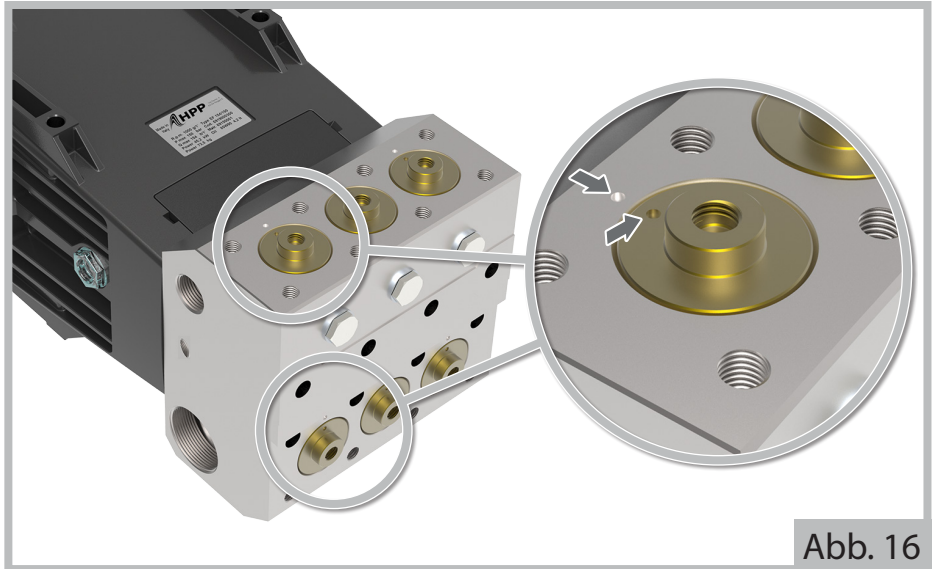

Abb. 16
Für eine richtige Montage ist es nötig, die Bezugspunkte auf den Distanzstücken (8) mit denen auf dem Kopf, wie auf Abbildung 16 gezeigt, in Übereinstimmung zu bringen.